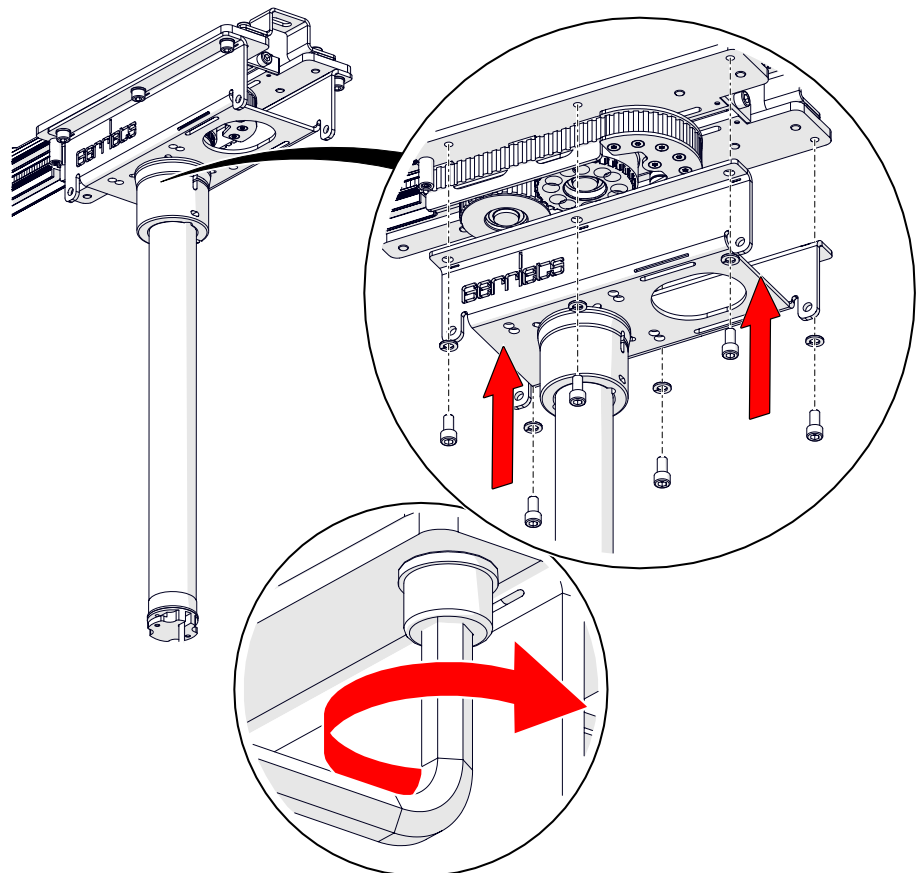

Abb. 88: Motorisierung anbringen
- Heben Sie den Motor, entsprechend dem Gewicht, mit einer Hebevorrichtung zur Motoreinheit am Schienensystem und verschrauben Sie die sechs Zylinderkopfschrauben mit einem ISK SW 8 (siehe Abb. 88).